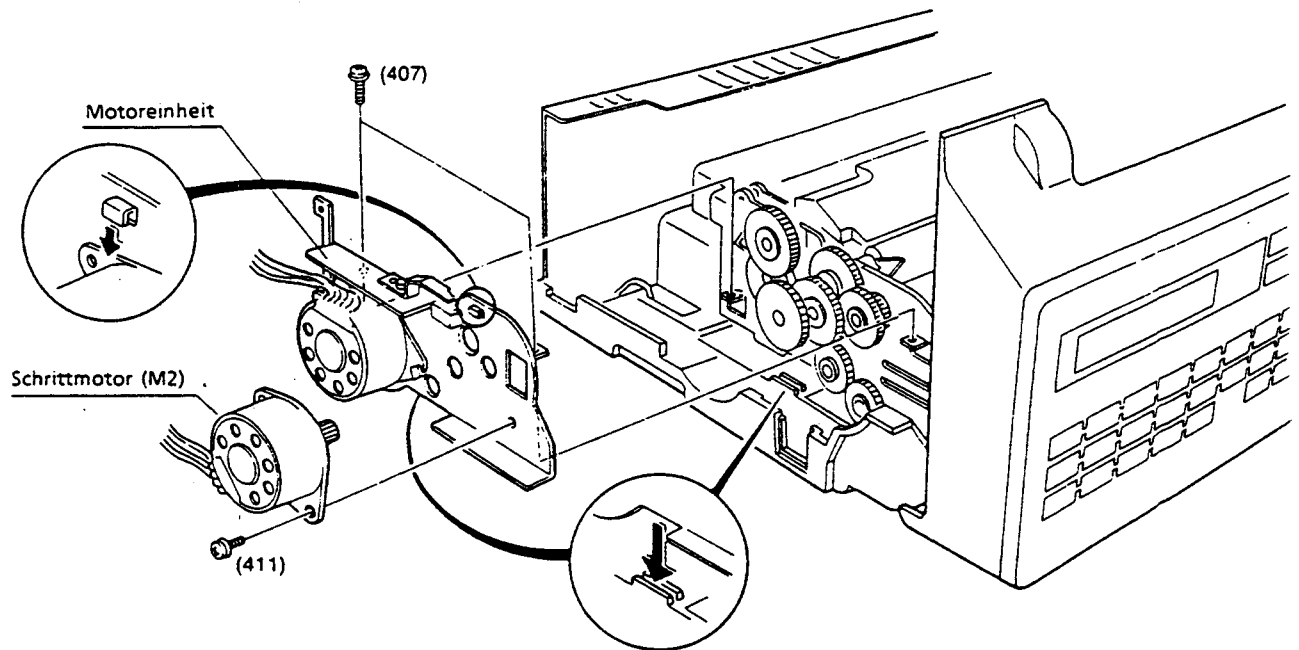

Abbildung 4.3.45
- (1) Öffnen Sie die Empfangseinheit.
- (2) Entfernen Sie die Abdeckungen (siehe Abschnitt 4.3.1.1).
- (3) Entfernen Sie die beiden Schrauben (407) und nehmen Sie die Motoreinheit heraus (siehe Abbildung 4.3.45).
- (4) Entfernen Sie das Motorumlenkzahnrad (153).
- (5) Entfernen Sie das Motorumlenkzahnrad (153) (Senden) und das Transportzahnrad (124) (Senden) und nehmen Sie das Transportzahnrad (124) (Empfang) heraus.
- (6) Der Einbau erfolgt in umgekehrter Reihenfolge.